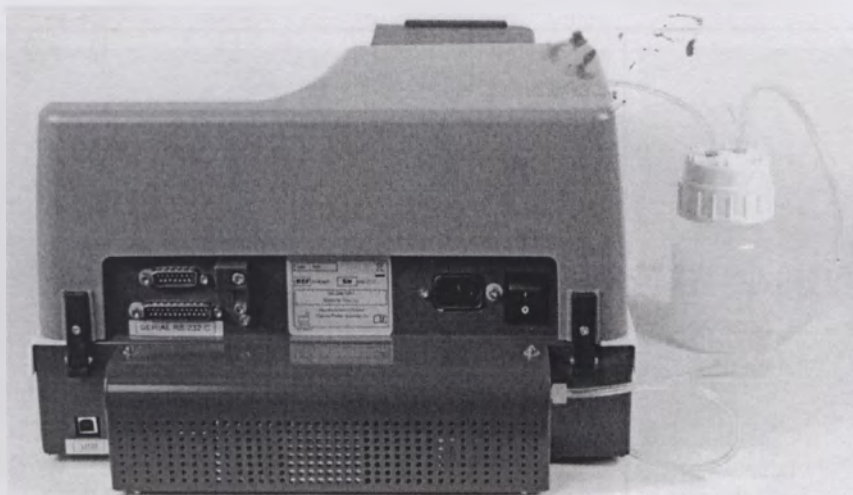

Рисунок 3-7. Хранение транспортного фиксатора
3. После этого прикрепите красный транспортный фиксатор к задней панели диспенсера теми же винтами для хранения (рисунок 3-7). Храните там транспортный фиксатор, пока он не понадобится для переноски или транспортировки прибора в будущем.